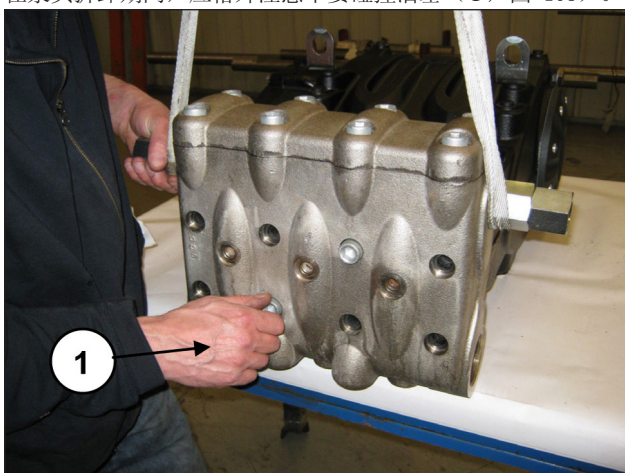

图 107
现在可以将泵头从泵壳上拆下，拧松8个M16x180螺丝(位置①，图 107)。